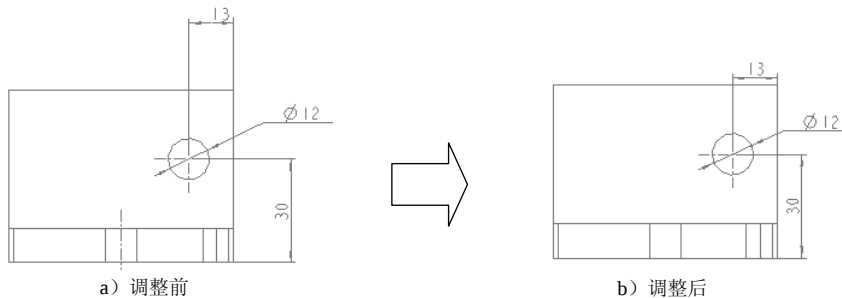

图 10.11.24 调整左视图中各尺寸的位置
Step7. 调整左视图中各尺寸的位置（如图 10.11.24 所示）。